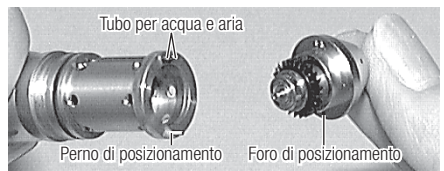

Fig. 17
- 3) Quando si monta una nuova cartuccia, allineare il tubo dell'acqua e dell'aria e il perno di posizionamento con il foro situato nel cappuccio della cartuccia e inserire la cartuccia in linea retta (Fig. 17).